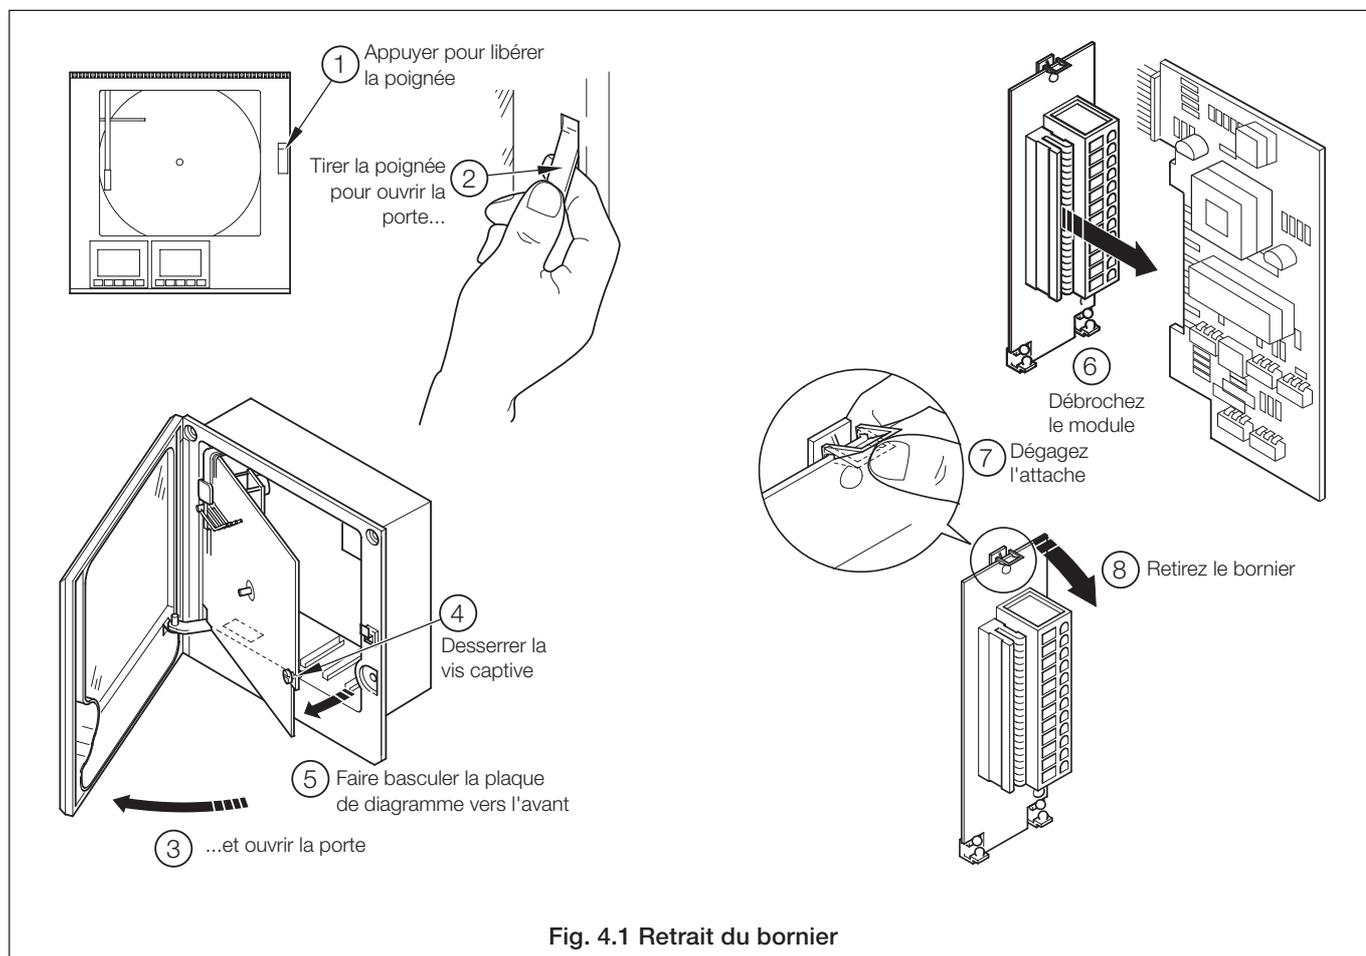

Fig. 4.1 Retrait du bornier
- Les borniers peuvent être enlevés de l'ensemble PCB lorsque vous effectuez les connexions – voir Fig. 4.1. Avant d'enlever un module, repérez sa position.